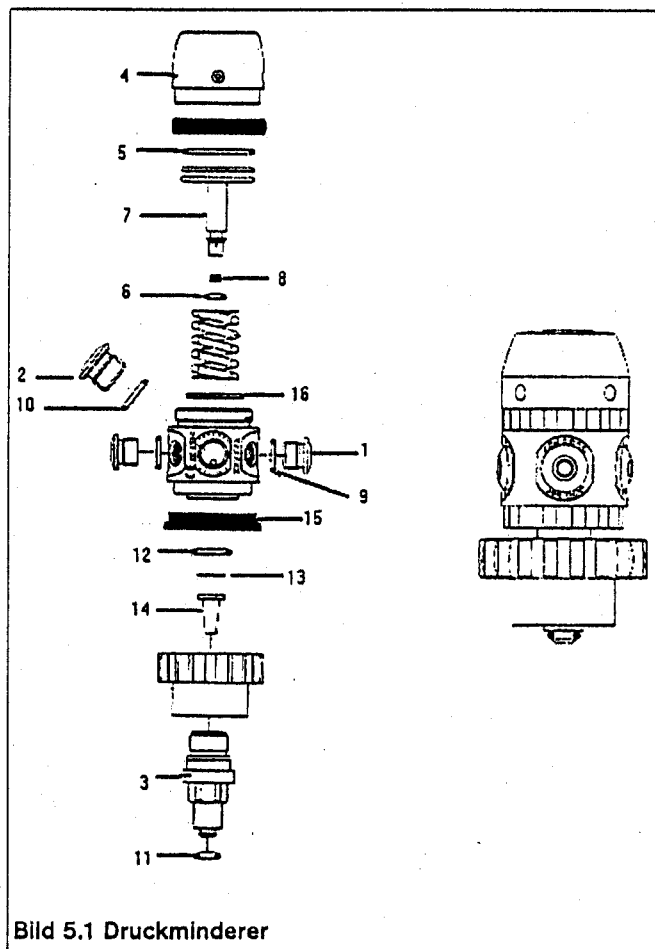

Bild 5.1 Druckminderer
- Druckminderer demontieren (Bild 5.1)
- Flaschenanschlußstutzen (3) mit einem Steckschlüssel lösen oder Hochdruckadapter HH auf Handradanschluß fest schrauben, Gummihandrad entfernen und mit Hakenschlüssel das Handrad anziehen. Hochdruckadapter mit Handradanschluß vom Druckminderer abschrauben.
- Alle O-Ring (11, 12), Sprengring (13) und Sinterfilter (14) vom Flaschenanschlußstutzen entfernen